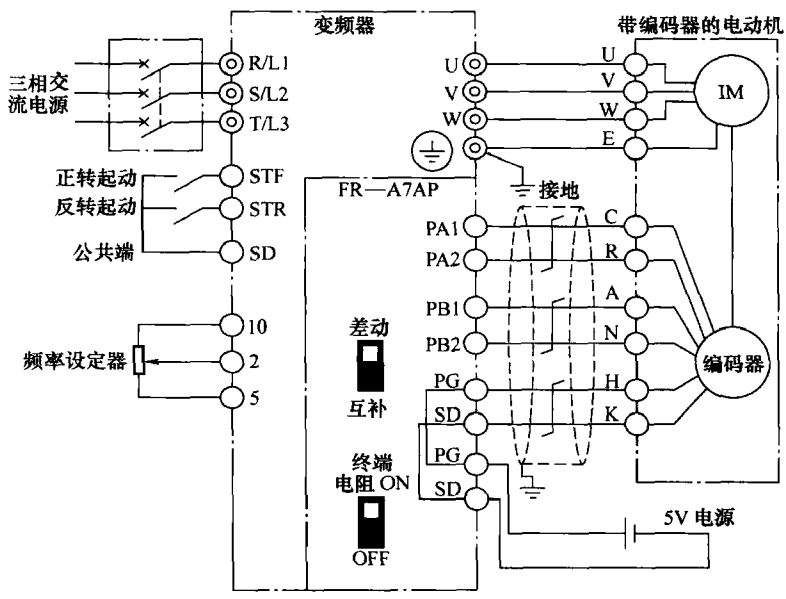

图 6-9 编码器反馈控制接线
(2) 编码器反馈控制 当在 FR—A740 变频器安装了 FR—A7AP 时, 编码器反馈控制启用, 通过使用编码器检测电动机的速度并反馈到变频器, 使电动机在不同负载情况下速度保存恒定。编码器反馈控制接线图如图 6-9 所示。